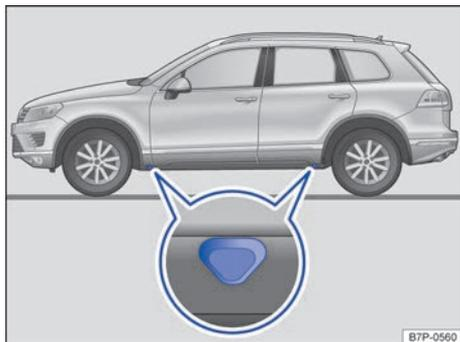

Fig. 266 Puntos de apoyo para el gato.
El gato únicamente se deberá colocar en los puntos que se indican (marcas en la carrocería) → fig. 266. El punto de apoyo válido es el que se encuentra junto a la rueda correspondiente → ⚠️.
6. Busque debajo del vehículo el punto de apoyo para el gato → fig. 266 que se encuentre más próximo a la rueda que haya que cambiar.